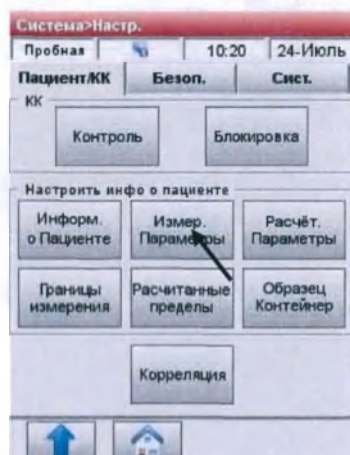

Рис.3-20 Измеряемые параметры
- В таблице **<Пациент/КК>**, нажмите **<Измеряемые параметры>** (Рис.3-20).